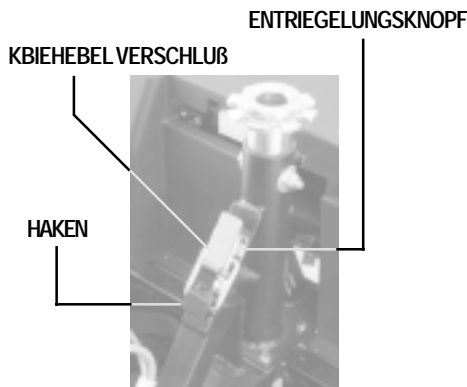

Abb. 17. Kniehebelverschluß (zu)
1. Entriegelungsknopf drücken und gleichzeitig den Kniehebelverschluss ziehen. Siehe Abb. 17 und 17A.
5. Kniehebelverschluß sichern. Siehe Abb. 17.